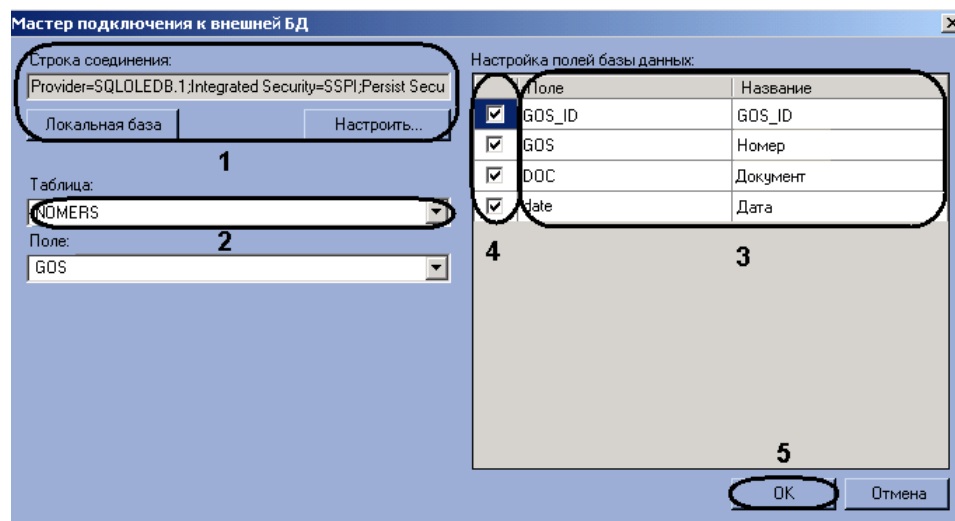

Рис. 7.6—9. Обработка таблицы «Настройка полей базы данных»
5. Задать строку подключения к внешней базе данных (см. Рис. 7.6—9, 1), после чего выбрать из списка «Таблица» таблицу, содержащую номера транспортных средств (см. Рис. 7.6—9, 2) (см. шаги 5-7 в разделе «Подключение внешней базы данных номеров»).
6. В результате выполнения операции в таблице «Настройка полей базы данных» отобразится список столбцов в выбранной таблице (см. Рис. 7.6—9, 3).